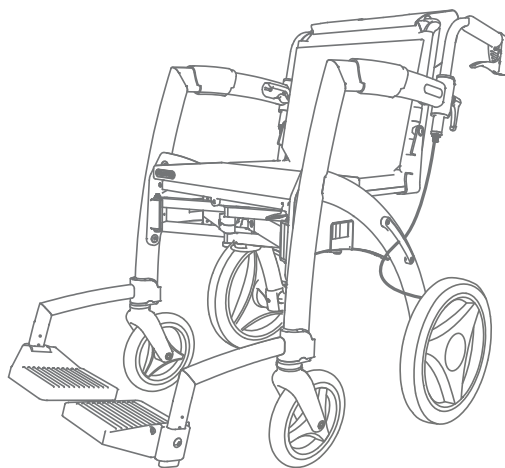

Figure 40: Chaise roulante prête à l'emploi.
- f. La chaise roulante est maintenant prête à être utilisée **(Figure 40)**.
- a.** Transformez le Rollz Motion en chaise roulante (**Figure 40**) et assurez-vous que les repose-pieds ont été retirés du sac du kit chaise roulante.